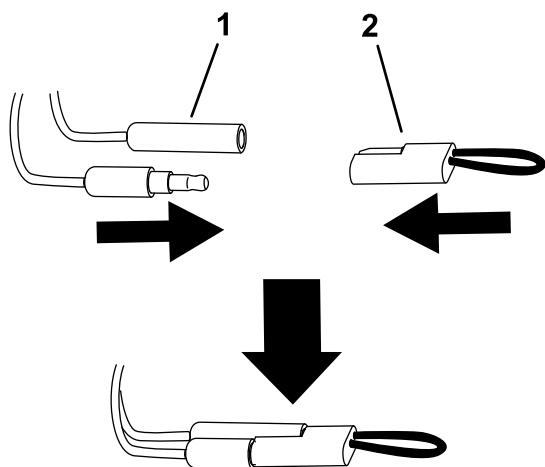

**Figura 11**
- i. La luce LED (Figura 11) lampeggia durante la calibrazione del sensore.
La spia e l'allarme indicano la pericolosità della pendenza (Figura 11):